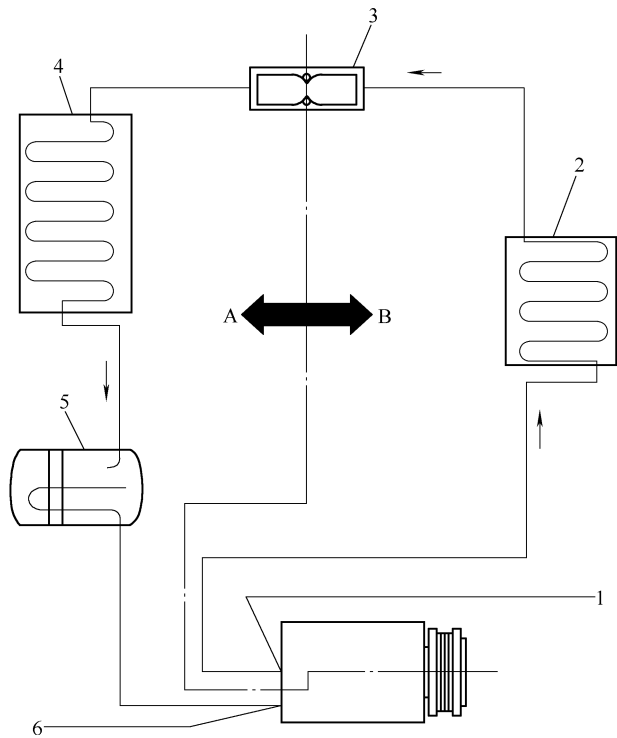

图 11-1-13 带节流管的制冷剂循环回路
(2) 带节流管和集液器的制冷剂循环回路(图 11-1-13 和表 11-1-3)